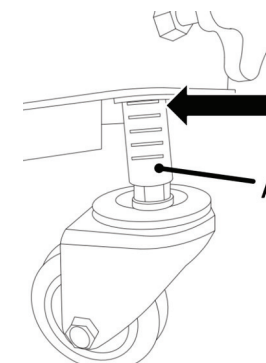

Рисунок 13
2. При установке щетки убедитесь, что оба ролика (рисунок 13А) находятся на 5 отметке.